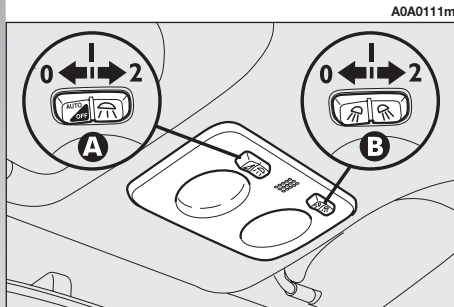

fig. 110
**FRONT ROOF LIGHT (fig. 110)**